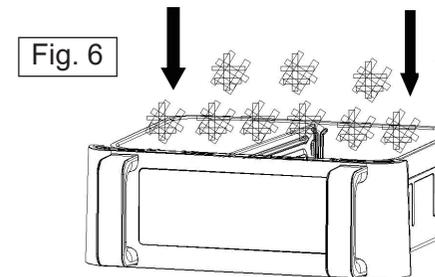

Fig. 6
- Placez les ingrédients dans le panier (Fig.6)